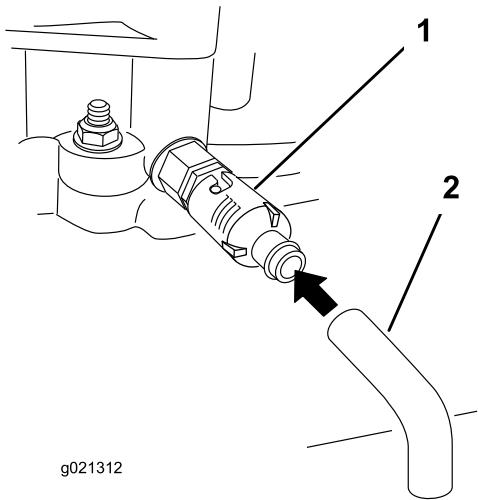

Bild 24
5. Stellen Sie eine Auffangwanne unter den Ablassschlauch. Drehen Sie das Ölabblassventil, damit das Öl herauslaufen kann (Bild 24).
7. Entfernen Sie den Ablassschlauch (Bild 24).